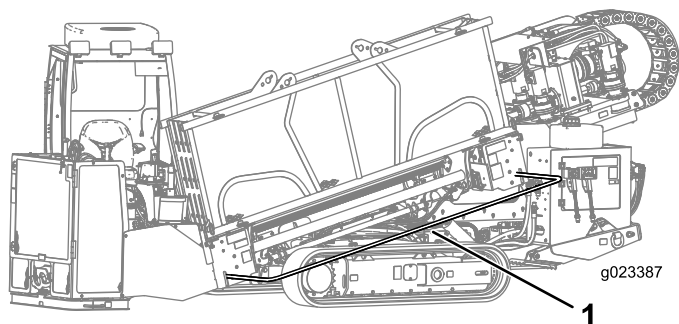

Рисунок 38
4. Опустите штангу для защиты пешеходов и закрепите ее на месте (Рисунок 38).